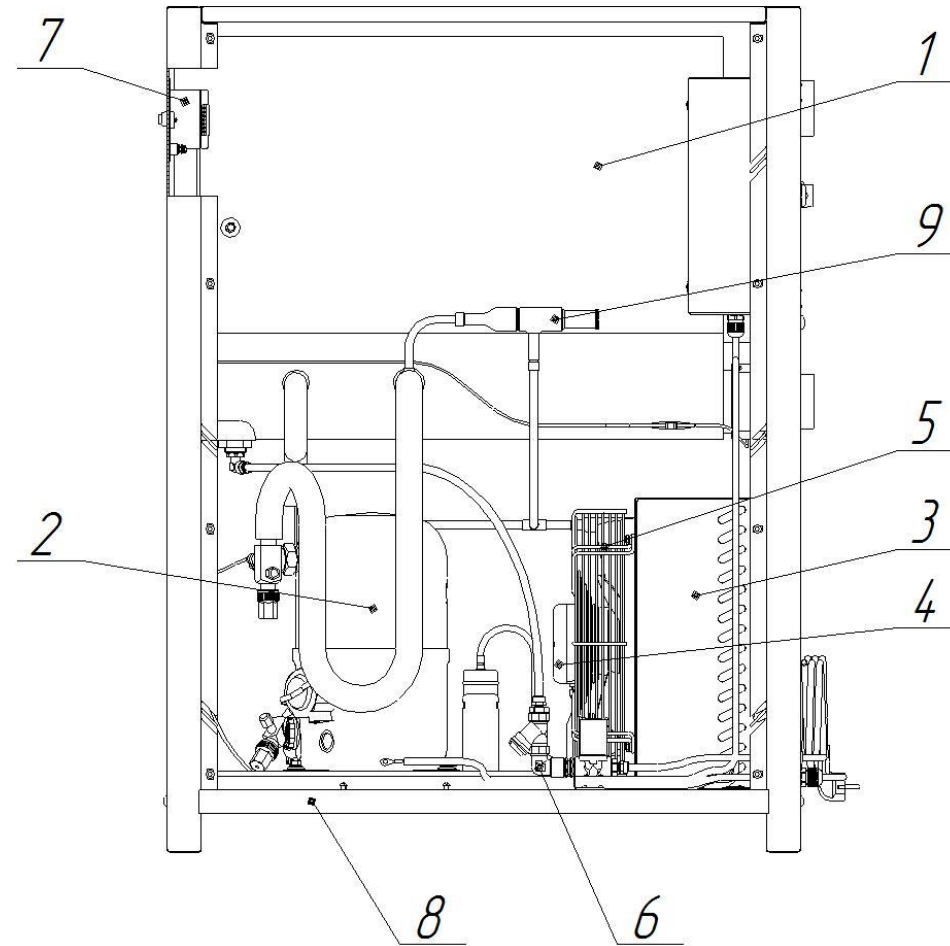

Рисунок 2 – Осушитель сжатого воздуха
4.1.9 Кожух осушителя, так же, как и платформа 8 (рис. 2) выполнен из листового гнутого профиля.